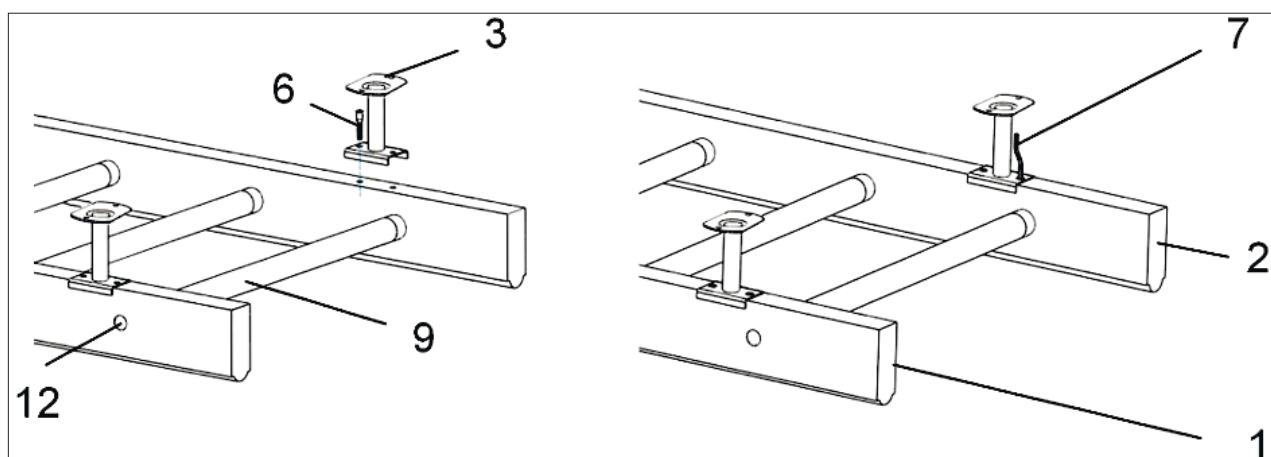

Рисунок 3
4.1.4. Установить пристенные крепежные кронштейны (№3) на стойки (№1, №2) и закрепить их конфирматами (№6) (рисунок 3).